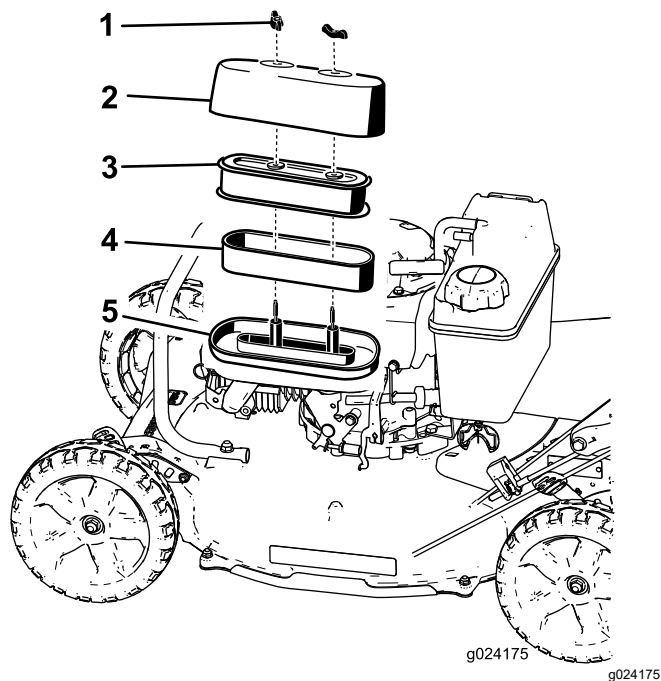

Figure 20
3. Retirez les 2 écrous de fixation du couvercle (Figure 20).
5. Déposez les éléments en mousse et papier de la base du filtre à air (Figure 20).
6. Sortez l'élément en mousse de l'élément en papier (Figure 20).